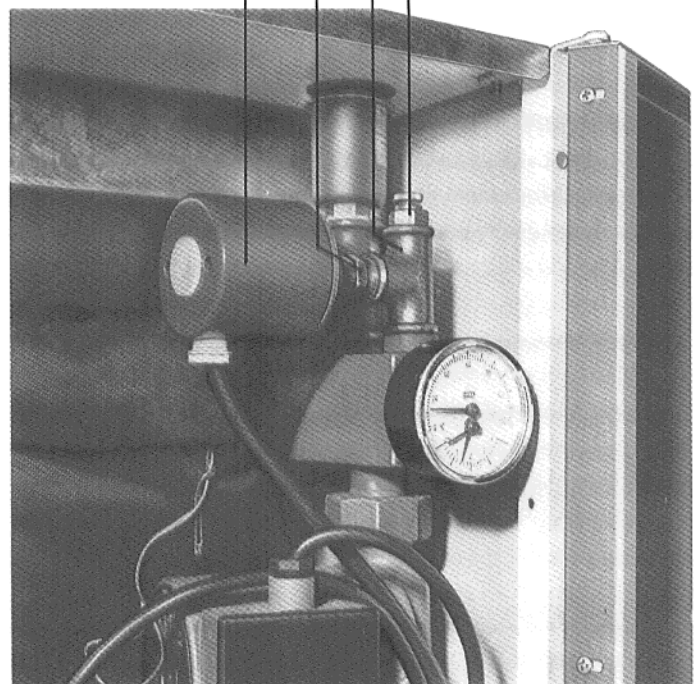

Abb. 19
4. T-Stück  $\frac{3}{8}$ " Nr. 134 in den Anschluß Handentlüfter eindichten (Abb. 19).
5. Reduzierstück  $\frac{3}{8}$ " –  $\frac{1}{4}$ " in den waagerechten Anschluß des T-Stücks eindichten (Abb. 19).
7. Wassermangelschalter in das Reduzierstück eindichten (Abb. 19).
8. Handentlüfter  $\frac{3}{8}$ " in den senkrechten Anschluß des T-Stücks eindichten (Abb. 19).